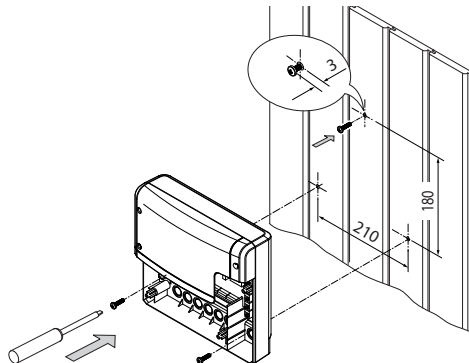

Abb. 2
Die Bohrungen für die mitgelieferten Holzschrauben 4 x 25 mm werden entsprechend den in Abb. 2 angegebenen Maßen angebracht.
2. In die obere mittlere Bohrung drehen Sie eine der Holzschrauben. An dieser Schraube wird das Leistungsteil eingehängt. Lassen Sie zu diesem Zweck die Schraube ca. 3 mm herausstehen (Detail in Abb. 2).